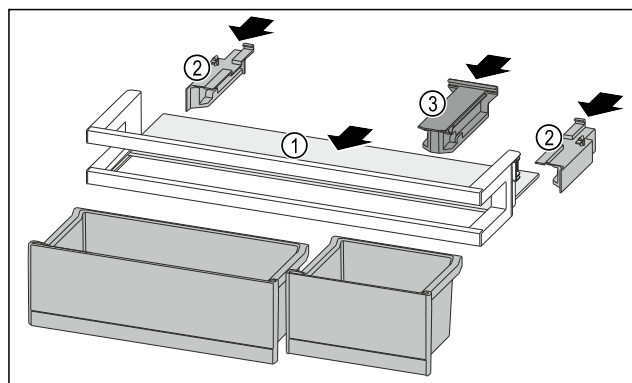

Fig. 174
- Insérer la tablette de rangement Fig. 174 (1) dans les évidements latéraux.
- Installer les parties latérales Fig. 174 (2).
- Installer la pièce de retenue Fig. 174 (3).